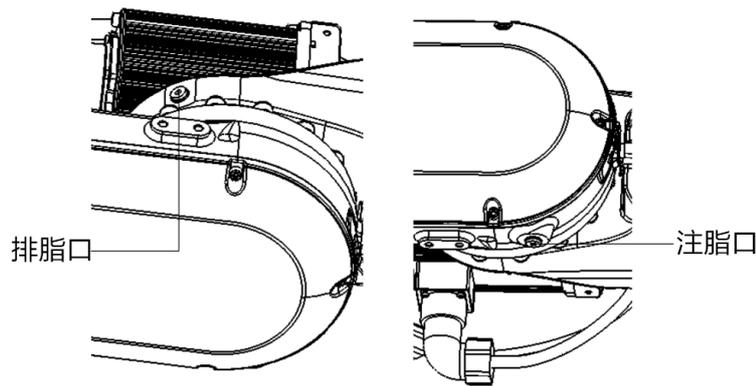

图 12-12 更换 J5 轴减速器润滑脂
- 步骤4. 卸下排脂口 M10x1 堵头，如图 12-12 所示。